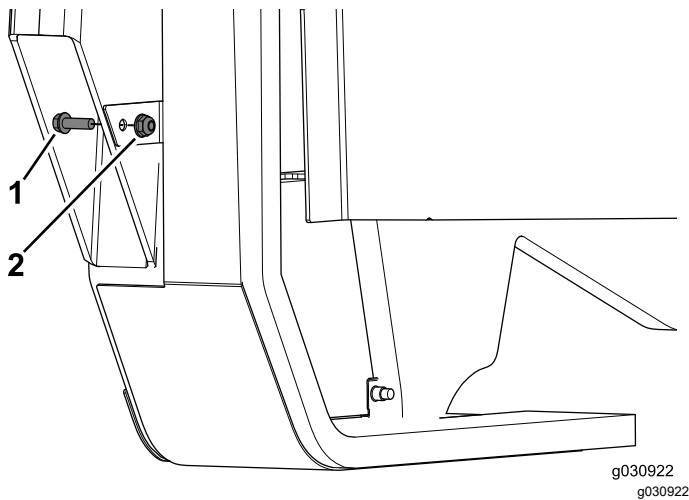

Figura 31
3. Utilize um parafuso ($\frac{1}{4}$ pol. x $\frac{3}{4}$ pol.) e porca flangeada ($\frac{1}{4}$ pol.) para concluir a instalação do conjunto do painel (Figura 31).